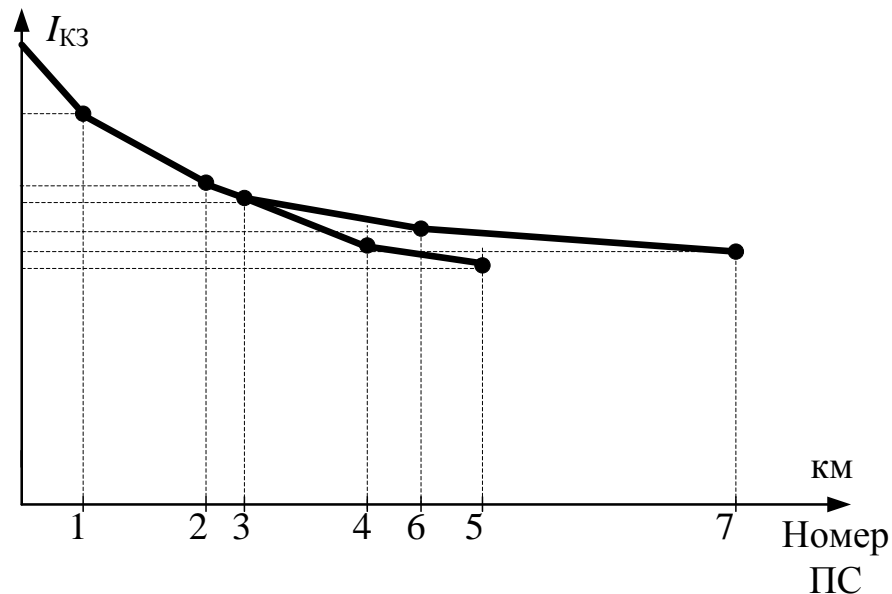

Рис. 1
2. Кривые токов КЗ представляет собой зависимости тока трехфазного КЗ от расстояния между местом установки защиты и точкой КЗ. Кривая **строится в масштабе**. Примерный вид кривой представлен на рис. 1.